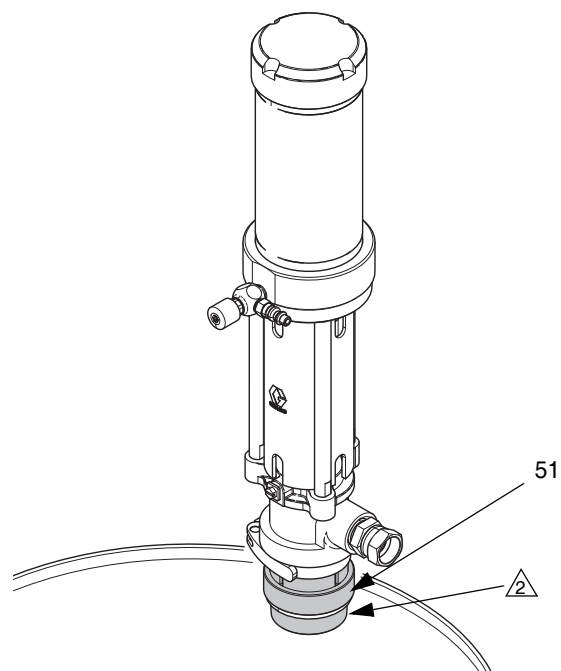

FIG. 7
4. Smörj tapphålsadaptern på insidan och gängorna. Kontrollera att packningarna är på plats och skruva säkert in tapphålsadaptern (51) i fatets tapphål. Sätt i pumpen genom adaptern och lås den. Se FIG. 7.